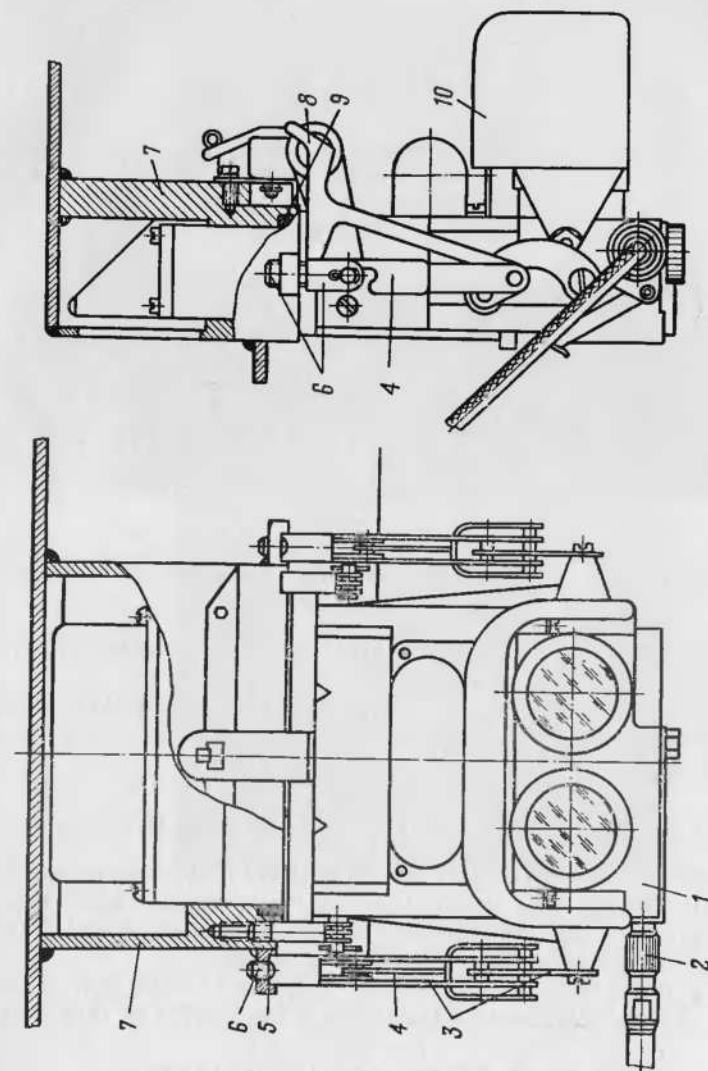

Рис. 94. Установка прибора наблюдения ТВН-2Б:
1. Отвернуть накидную гайку 2 (рис. 94) на приборе 1 и отсоединить от прибора высоковольтный кабель.